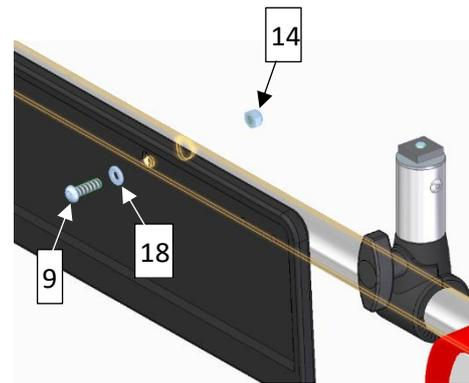

Abbildung 7
Zuerst wird die Kennzeichen-Halterung (5) an die vormontierte Beleuchtungsleiste (1) geschraubt. Verwenden Sie dazu die zwei Linsenkopfschrauben M6 x 20 mm (9), die Sechskantmutter (14) und Unterlegscheiben (18), um die Kennzeichen-Halterung gemäß Abbildung 7 zu montieren. Achten Sie darauf, dass die Montage symmetrisch erfolgt.